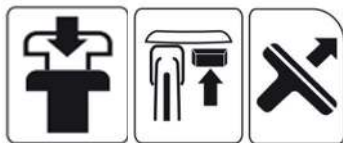

Рис. 23
**ПРИМЕЧАНИЕ!** Если двигатель заглох раньше, чем оператор успел сдвинуть заслонку, то, несмотря на это, все равно сдвинуть рычаг заслонки в сторону корпуса, заново утопить клапан декомпрессора и произвести запуск ручным стартером (рис. 23).